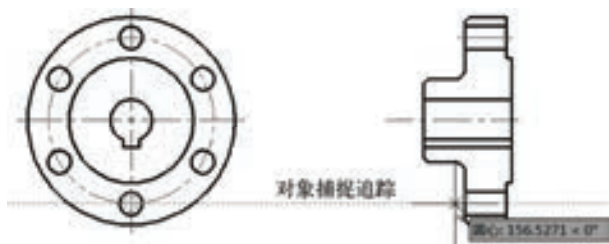

图 8-45 在右侧的视图中绘制中心线
19) 绘制两条中心线表示轴线。从“图层”面板的图层列表中选择“中心线”层。接着单击“直线”按钮, 使用对象捕捉追踪功能在右侧的视图中辅助绘制两条中心线, 如图 8-45 所示。这两条中心线通过相应的孔轴。